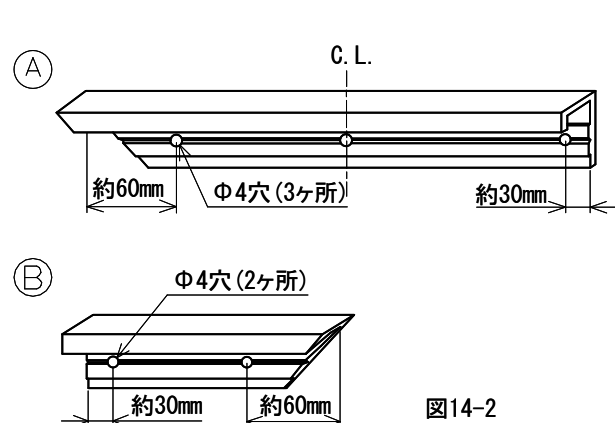

図14-2
②見切り部材の所定の位置にΦ4の穴を加工してください。(図14-2)